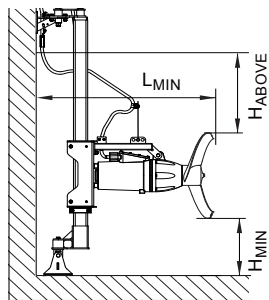

Рис. 7 Схема монтажа мешалок
- Расстояние между краем лопасти пропеллера и дном резервуара  $H_{MIN}$  (см. рис. 7) должно быть равно половине диаметра пропеллера.
- Расстояние от поверхности жидкости до края лопасти пропеллера  $H_{ABOVE}$  (см. рис. 7) должно быть не менее диаметра пропеллера.
- Расстояние между краем лопасти пропеллера и поверхностью стены позади мешалки  $L_{MIN}$  (см. рис. 7) должно составлять не менее 1,5 диаметра пропеллера.